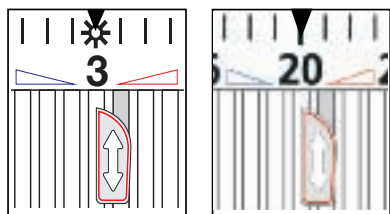

Abb. 3: roter Sparclip für obere Markierung/Begrenzung z. B. 20°C
die Nut **rechts** neben Merzkahl 3 (20) einzusetzen (Abb. 3), vorzuschieben und danach mit dem Daumen bis zum Anschlag **zurückziehen**.